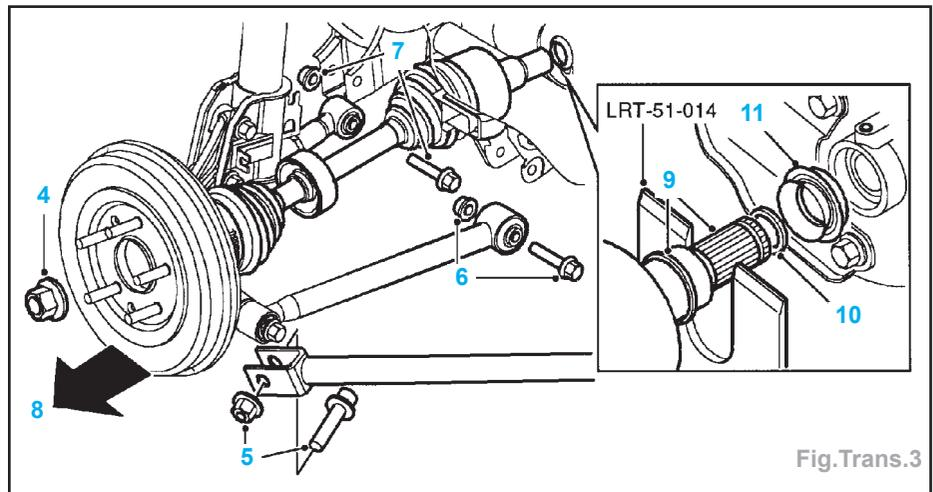

Fig.Trans.3
- Un aide appuyant sur la pédale de frein, enlever l'écrou d'arbre de roue (4) et le jeter (Fig.Trans.3).
- Enlever l'écrou et le boulon (5) maintenant le bras oscillant sur le moyeu arrière.
- Enlever l'écrou et le boulon (6) maintenant la biellette transversale fixe sur le faux-châssis.
- Enlever l'écrou et le boulon (7) maintenant la biellette transversale réglable sur le faux-châssis.
- Avec un aide, tirer le moyeu vers l'extérieur (8) et dégager le joint extérieur d'arbre de roue du moyeu.
- En prenant soin de ne pas endommager le déflecteur, dégager le joint intérieur (9) d'arbre de roue du différentiel à l'aide de l'outil **LRT-51-014** et déposer l'arbre de roue.
- Enlever le circlip d'arbre de roue (10) et le jeter.
- Examiner le joint d'huile (11) du différentiel et le remplacer s'il est usé ou endommagé.